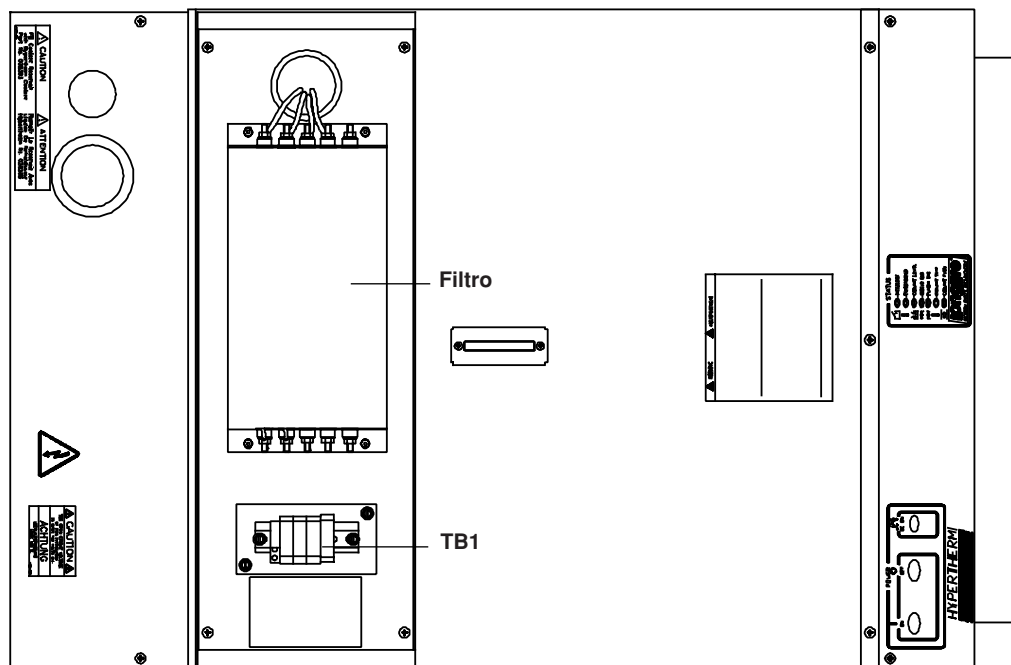

Figura e-2 Fonte de Energia HT2000 com Filtro EMI sem Tampa – Visão Superior
2. Desaparafuse os quatro parafusos da tampa do filtro e remova-a para ter acesso à conexão de entrada de alimentação TB1 (veja Figura e-2).